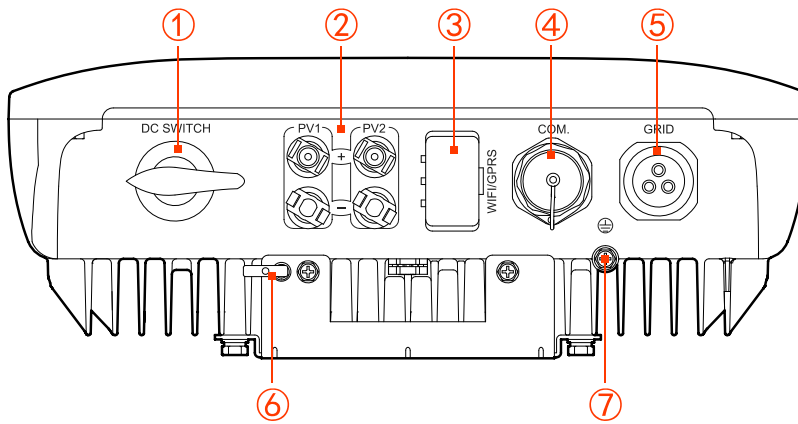

Figura 2-5 Visão da parte inferior
Os terminais externos estão todos localizados na parte inferior do inversor, incluindo entrada PV, saída CA, porta de comunicação e interruptor CC, etc., conforme mostrado na Figura 2-5.
O interruptor CC (conforme mostrado na Figura 2-5 ①) é o interruptor de conexão do inversor e da matriz PV. Quando o inversor funciona normalmente, o interruptor CC deve estar na posição “LIG.”. Durante a instalação e conexão da fiação, o interruptor CC deve estar DESL. Antes da manutenção, o interruptor CC deve ficar desligado por 20 minutos e deve-se medir a tensão do barramento CC usando um multímetro. Somente quando a tensão for menor que 10 V a manutenção pode ser feita.